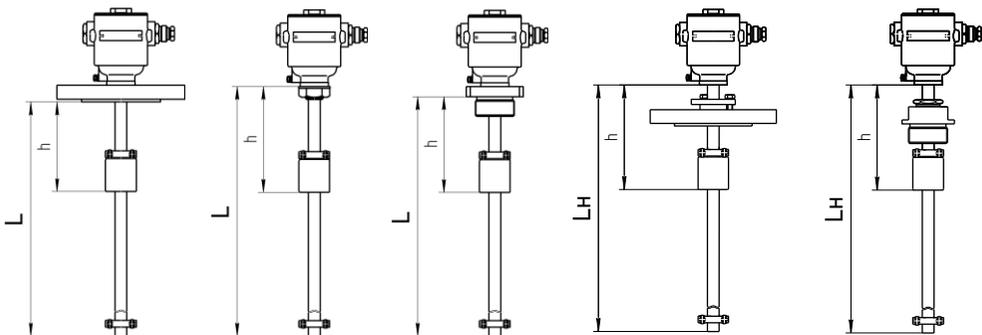

Рисунок 4
1.4.4 Преобразователи могут изготавливаться с длиной направляющей в соответствии с 1.2.3. Длина направляющей (рис. 4) – это расстояние от торцевой поверхности направляющей до уплотнительной поверхности фланца или резьбового штуцера в случае нерегулируемого устройства крепления (**L**), или до торцевой поверхности корпуса в случае регулируемого устройства крепления (**Lн**).
Если нет необходимости измерять уровень по всей длине направляющей, то для уменьшения стоимости преобразователя целесообразно указывать значение верхней неизмеряемой зоны **h** – расстояние от нижней торцевой поверхности поплавка, установленного в крайнее верхнее положение, до уплотнительной поверхности фланца или резьбового штуцера в случае нерегулируемого устройства крепления или до торцевой поверхности корпуса в случае регулируемого устройства крепления (рис. 4).